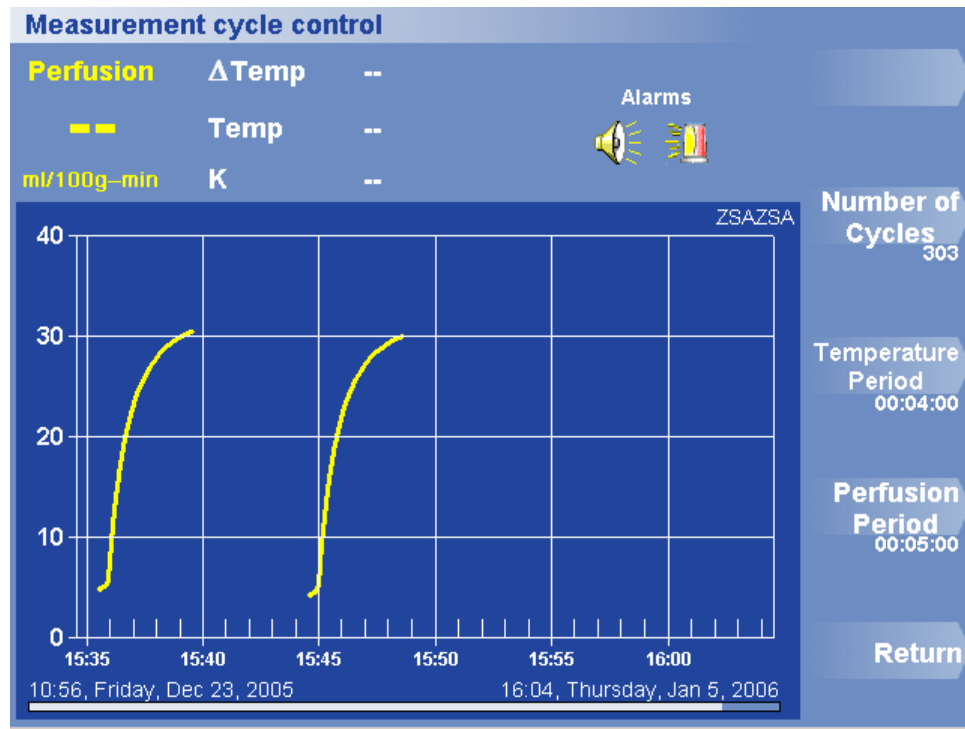

Figura 38. Menu Controlo do Ciclo de Medição
1. Prima Opções> Mais Opções> Measurement Cycle Control (Controlo do Ciclo de Medição). Aparece o menu Controlo do Ciclo de Medição (Figura 38). Em Número de Ciclos, aparece o número de ciclos actualmente definido.
1. Prima Opções> Mais Opções> Controlo do Ciclo de Medição. Aparece o menu Controlo do Ciclo de Medição (Figura 38). A duração actual do período de estabilização da temperatura aparece por baixo de Período de Temperatura.
1. Prima Opç es > Mais Opç es > Controlo do Ciclo de Mediç o. Aparece o menu Controlo do Ciclo de Mediç o (Figura 38). A duraç o actual do per odo de mediç o da perfus o aparece por baixo de Per odo de Perfus o.